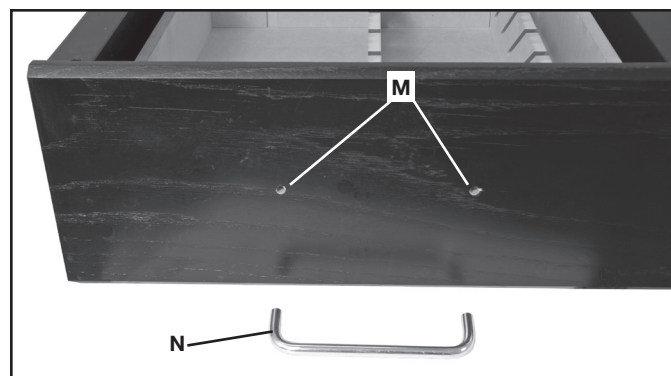
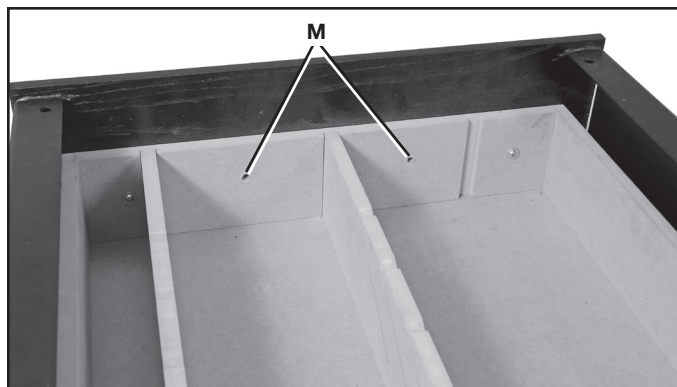

FIG. 7A
FIG. 7B
Tenir la poignée de tiroir (N) fig. 7A contre les trous (M) Fig. 7B et fixer la poignée à la face du tiroir avec deux vis à tête ronde no 8-32 x 38 mm (1-1/2 po) (non montré).